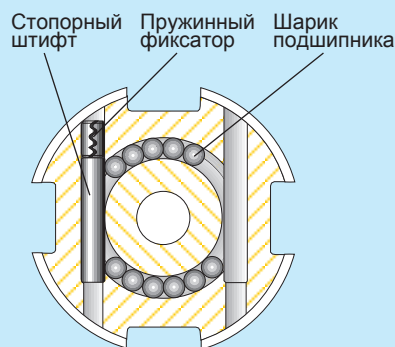

Рис. 1
3. Вставьте стопорный штифт в одно из отверстий фиксирующей системы (Рис.1).